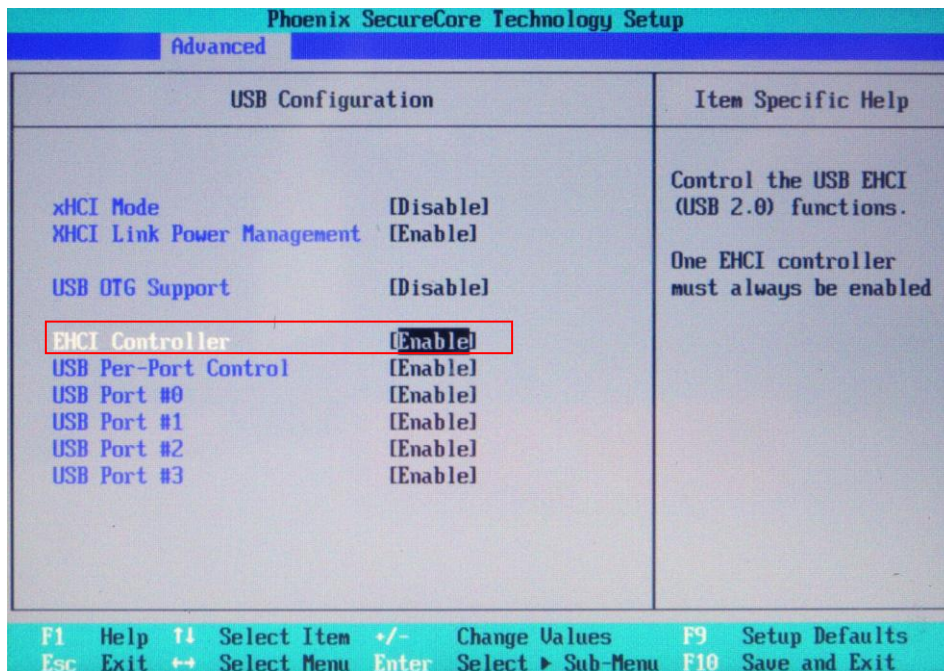

図 6-1-1-4. BIOS 設定 Advanced メニュー USB Configuration
- ⑩ [Boot]メニューを選択します。(図 6-1-1-5)
⑪ [USB CD] (接続した USB-DVD ドライブ)を[ATA HDD0] (m-SATA メインストレージ)よりも上に設定します。